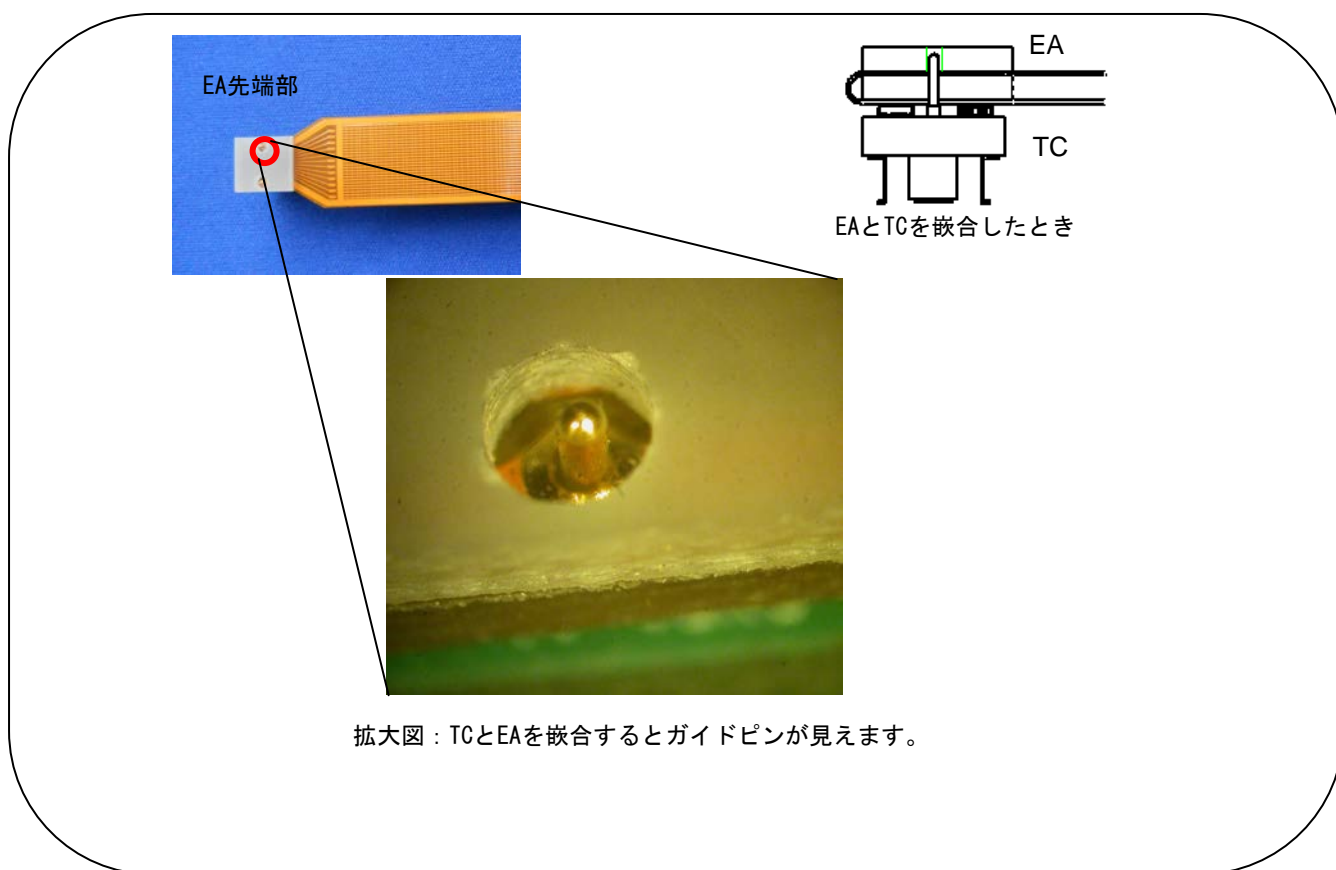

図2-5 TCとEAを嵌合したときのガイド穴拡大図と嵌合図
- (1) 1ピンの方向を確認してTCのガイドピンをEAのフレキシブルプリント基板(FPC)先端部のガイド穴に合わせ差し込みます。(図2-5参照)
- (2) この時、TCとEAの導通があることを確認して下さい。
- (3) FPC先端部フレキシブルのガイド穴から見えるガイド固定用パッドにコテ先径が $\phi 1.0\text{mm}$ 以下の半田コテを使用して半田付けして下さい。(一度半田付けすると、TCとEAは抜去できなくなります。)
- (4) TCにEA(FPCケーブル)の負荷がかからないよう十分に注意して下さい。もし、TCに少しでも負荷がかかる場合は、TCの基板への半田付部を、接着剤で固定することをお奨めします。